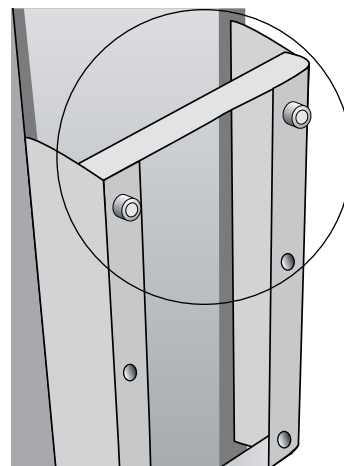

Figure 6
5. Desserrez les deux boulons supérieurs pour accrocher le chariot en place. (Voir Figure 6)